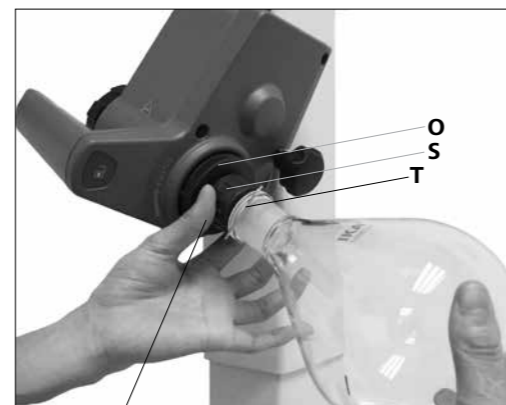

Fig.15b
- 핀이 베이퍼 튜브에 놓일 수 때까지 핀 (S)으로 플라스틱 너트 (P)를 시계 반대 방향으로 돌립니다. (Fig. 15b).